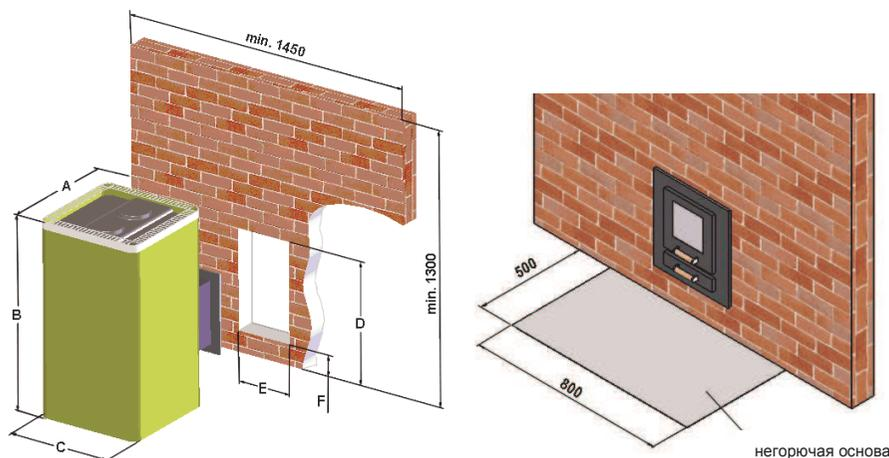

Рис. 4
Устанавливая печи в место эксплуатации должна быть, предоставлена возможность заменить печь, не разрушая стен бани, т.е. расстояние от задней стенки печи должно быть не менее 300 мм, чтобы дверной щит свободно проходил в отверстие в стене (см. рис. 4)
- если пол бани деревянный, перед топкой печи кладётся стальной лист размеран 500x800 мм (см. рис. 4);
- деревянный потолок должен быть изолирован минеральной ватой толщиной не менее 50 мм **и закрыт оцинкованной жесью** или алюминиевым листом (см. рис.4).